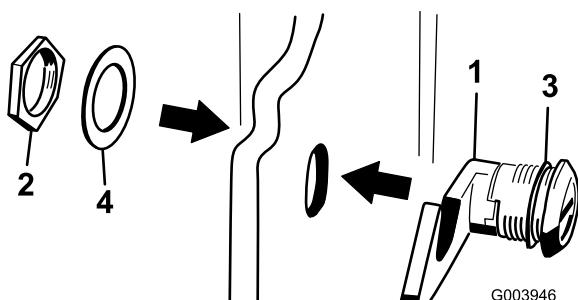

Рисунок 19
3. Отверните гайку с узла защелки капота (Рисунок 19).